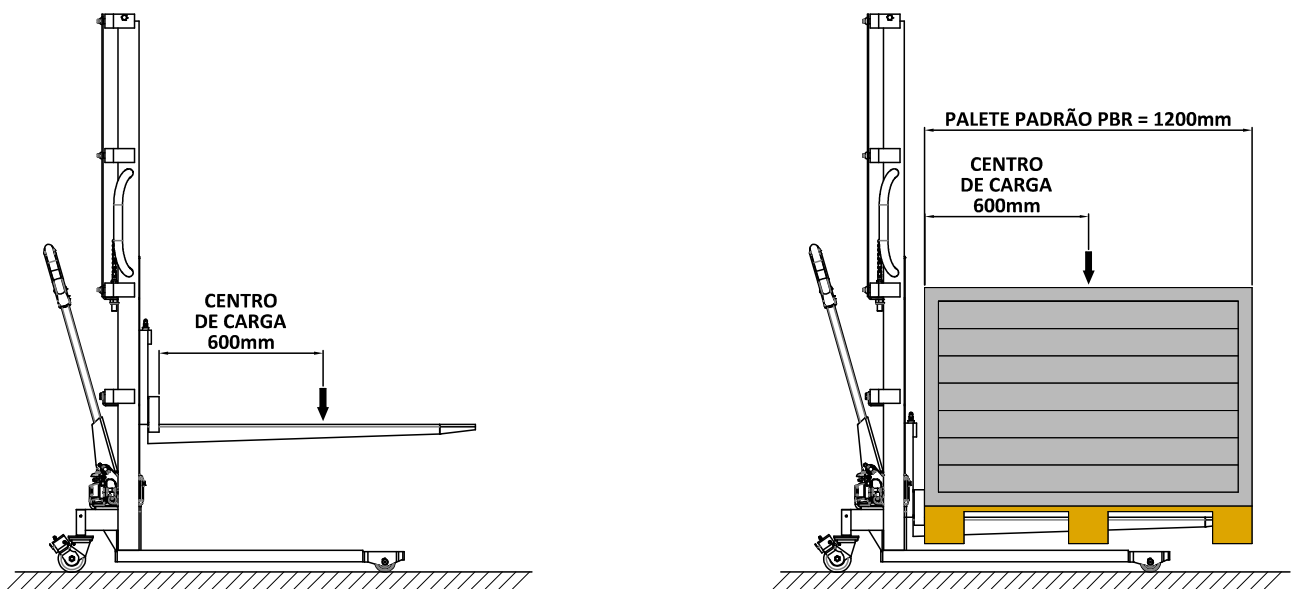

Figura 1 – Centro de carga
3. O paleta carregado deve ser disposto na empilhadeira sempre sobre os dois garfos e respeitando o Centro de Carga(Figura 1) do equipamento conforme lamina técnica (Item 6.2).
3. *El pallet con la carga debe estar dispuesto en el apilador siempre sobre los dos horquillas y respetando el centro de carga(Figura 1) del equipo de acuerdo com la ficha técnica(Artículo 6.2).*